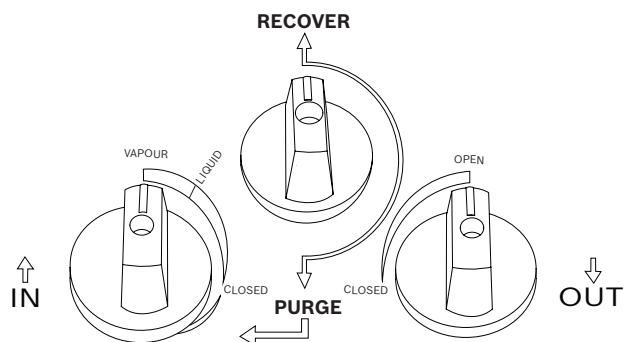

Fig. 2: Positions des vannes pour effectuer une récupération normale
3. Avant de brancher les flexibles, vérifier que les vannes de service du système de climatisation ou de réfrigération, les vannes du groupe du manomètre du collecteur, les vannes de la station de récupération et les vannes du réservoir de récupération sont toutes en position fermée. Vérifier également que la vanne de récupération/purge est sur **RECOVER** (Récupération) (orientée vers le haut). Voir la Fig. 2.
11. Tourner la vanne de commande (bleue) d'admission de la station de récupération sur le repère **LIQUID** du panneau avant ; voir la Fig. 2. Mettre le commutateur principal sur **ON** pour lancer la récupération.
3. Avant de brancher les flexibles, vérifier que les vannes de service du système, les vannes du collecteur, les vannes de la station de récupération et les vannes du réservoir de récupération sont toutes en position fermée. Vérifier également que la vanne de récupération/purge est sur **RECOVER** (Récupération) (orientée vers le haut). Voir la Fig. 2.